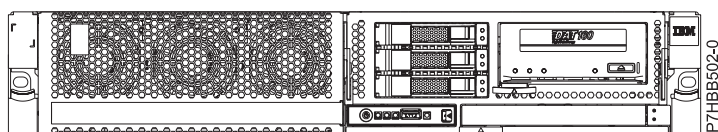

Figure 2. Fond de panier d'unité de disque avec bande magnétique
11. Retirez l'unité de stockage en appuyant puis en tirant sur le loquet (**A**) pour faire glisser l'unité de stockage hors du système. Voir la figure 2 ou 3 en fonction de la configuration de votre système. Pour plus d'informations sur le retrait des différents types d'unités de stockage, voir Retrait d'une unité de stockage SAS sur les modèles 31E/2B, 31E/1C ou 31E/2C.